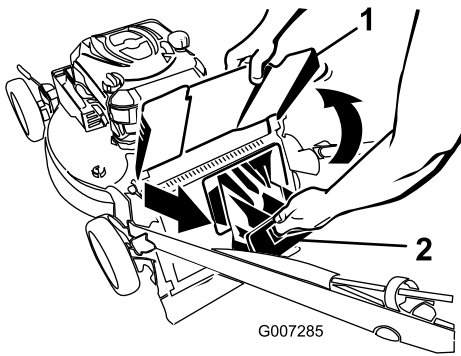

**Bild 22**
1. Verlegen Sie das Starterkabel um die untere Kabelführung (Bild 22).